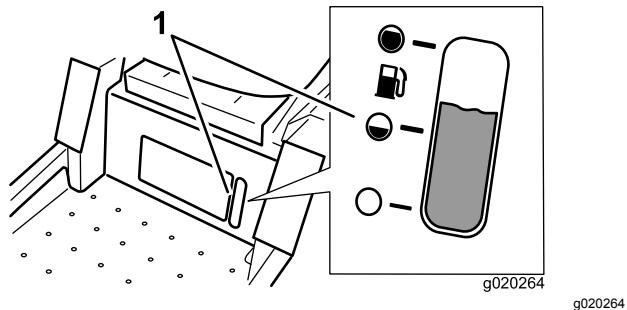

Figure 7
Le viseur de niveau, situé sous le poste de conduite, permet de vérifier le niveau d'essence dans le réservoir (Figure 7).
**Remarque:** Vous pouvez utiliser le regard situé sous la position d'utilisation pour vérifier la présence d'essence dans le réservoir avant de faire le plein (Figure 7).